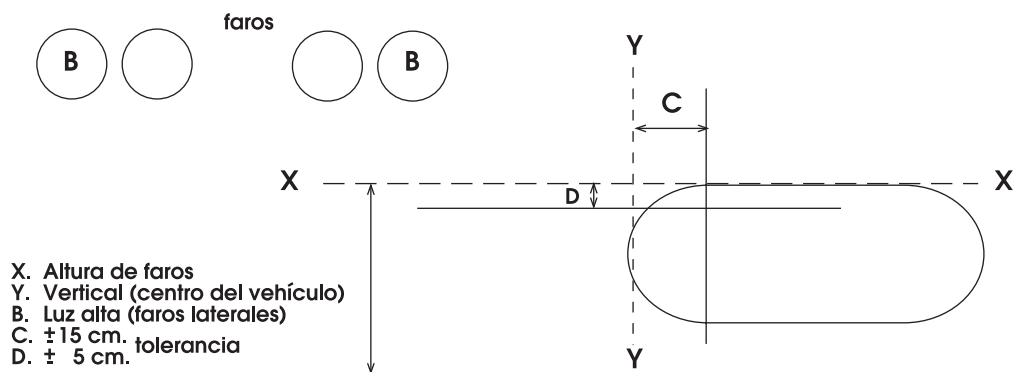

Fig. 13
Los faros laterales, se enfocan también con sus filamentos de luz alta (B) encendidos, el doble haz debe quedar desviado a la derecha (Fig. 13), automáticamente quedarán alineados los filamentos de luz baja.